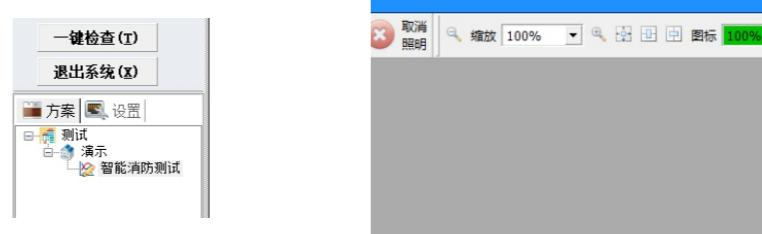

图6.1.4
(4) 查看平面图: 在平面图模式时, 点击楼宇视图区内的楼层, 即可查看对应的平面图。在平面图中按住鼠标的滚轮可以拖动平面图。点击平面图操作区的放大镜图标可以放大或缩小平面图(如图6.1.4)。